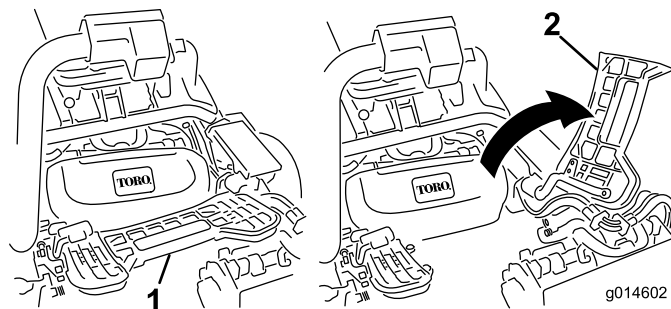

Bild 32
1. Heben Sie die Fußplattform an und schwenken Sie sie in die geöffnete Stellung, um die Stellung des mittleren Mähwerkes zugänglich zu machen (Bild 32).